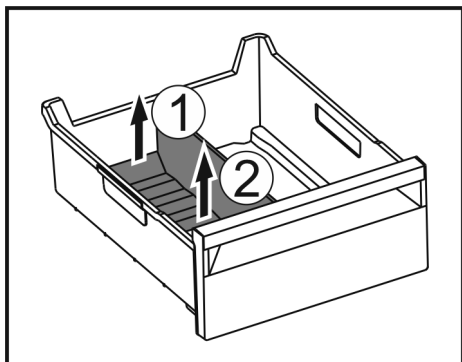

Fig. 195
- Achterste deel van de ijsvak-scheider optillen. Fig. 195 (1)
- Ijsvak-scheider er naar boven toe uitnemen. Fig. 195 (2)